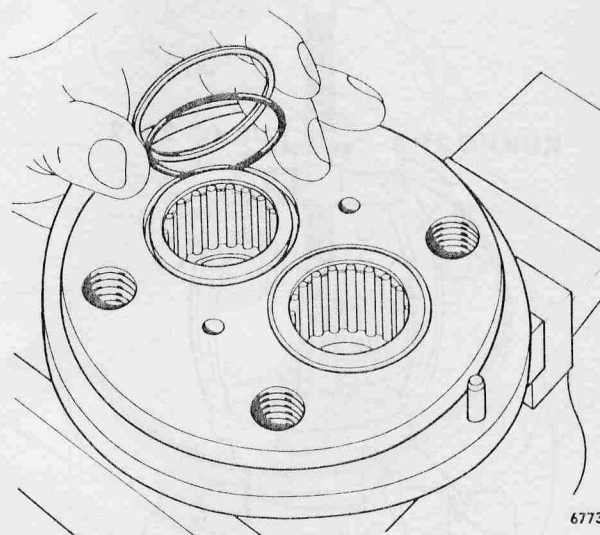

Fig 173. Montering av stödringar och O-ringar.
20. Montera O-ringarna 10 och stödringarna 9, se fig 173.